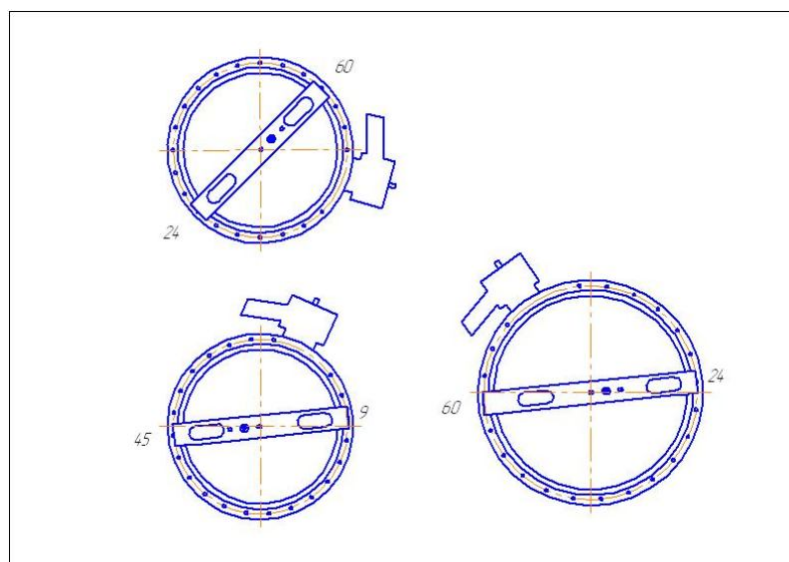

Рис.5
6.2. Сборка панели производится в порядке, обратном разборке. Электрический монтаж и подключение проводов производить по «Схеме электрических соединений» и «Таблице соединений». Установку прижимов на конфорки производить по схеме согласно рис. 5.